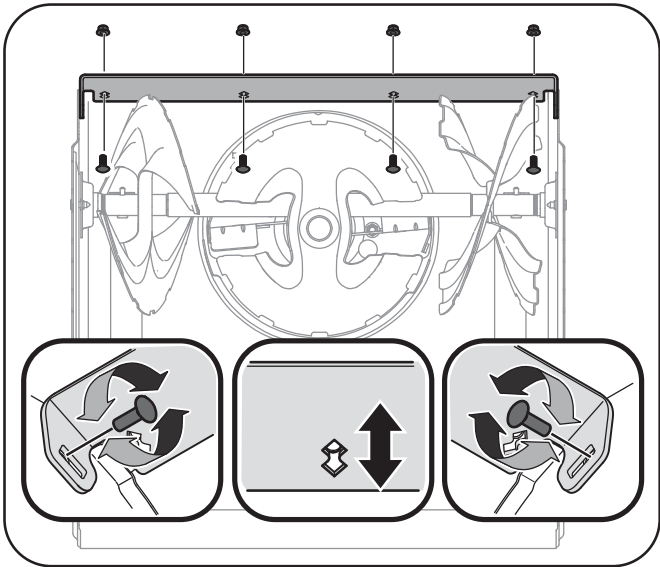

Figure 6-2
4. Glissez la lame de raclage vers le bas à la deuxième position. Insérez et serrez bien les boulons. Voir Figure 6-2.
4. Faites glisser la lame de raclage vers le bas à la deuxième position. Serrez bien les boulons. Voir la Figure 6-2.